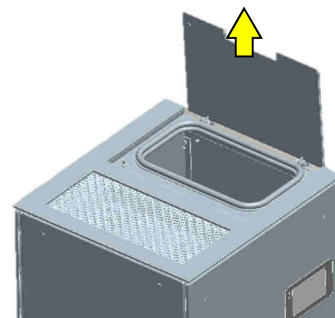

Abb. 7: Pelletlade aufklappen
1. Pelletlade aufklappen (Abb. 7).